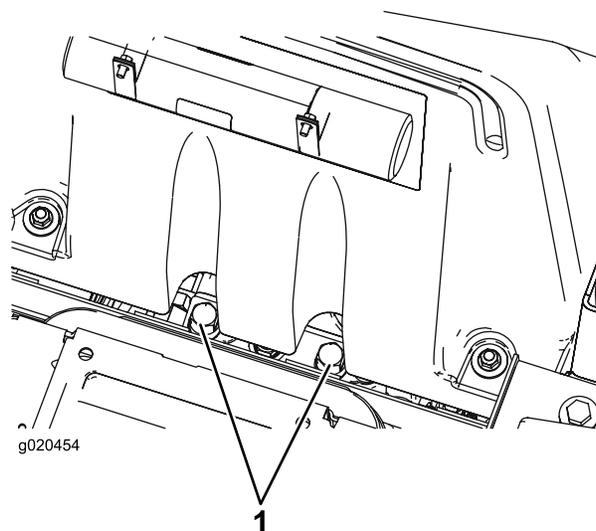

Figura 31
1. Sollevate il sedile e individuate le valvole di bypass, che sono posizionate sotto la parte anteriore del serbatoio del carburante (Figura 31).